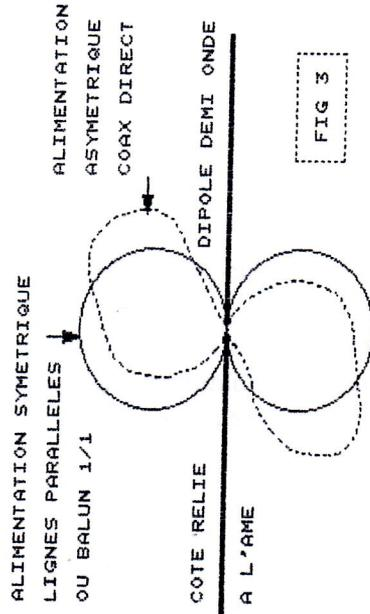

FIG 3
2. Le diagramme de rayonnement est déformé (FIG 3)
2. Le rayonnement reste toujours distordu (FIG 3)